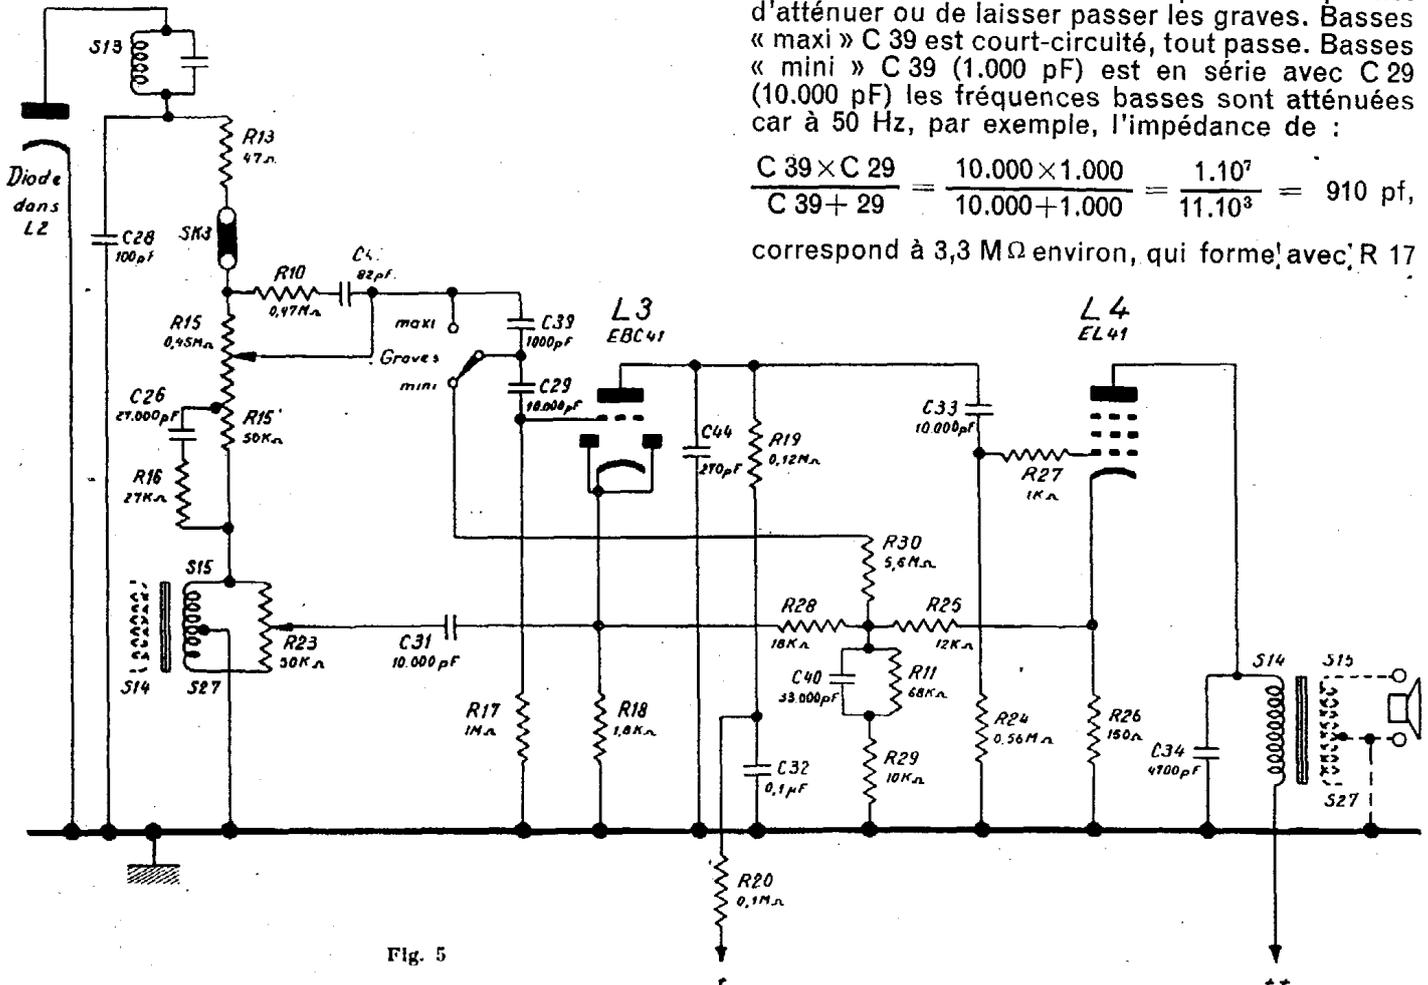

Fig. 5
**BASSE FRÉQUENCE (fig. 5) :**